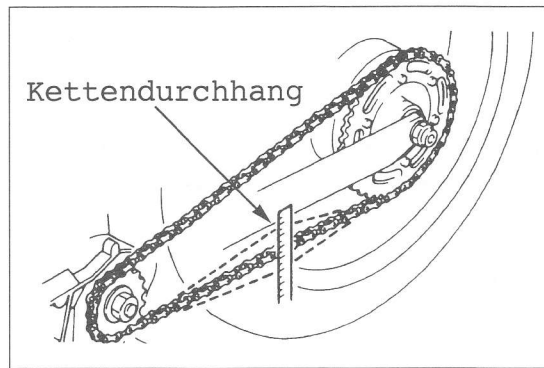

Bild 42
-  Durchhang an straffster Stelle unten mittig zwischen den Kettenrädern messen. Sollwert: 20 – 30 mm (Bild 42).